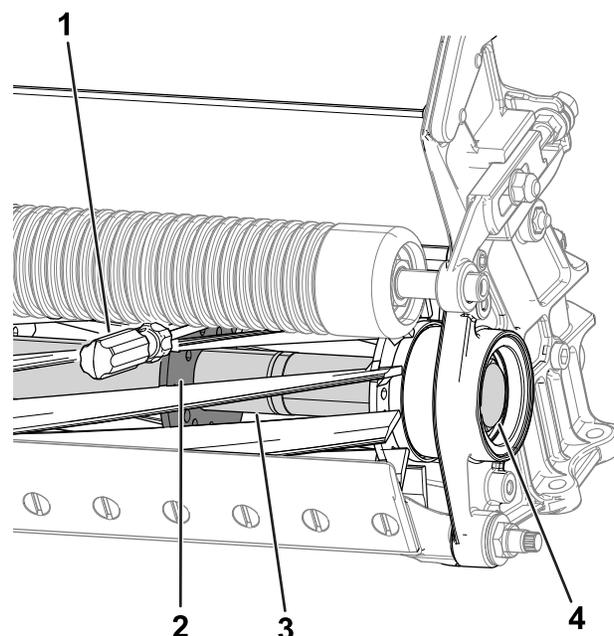

図 27
2. 長い柄のバール9 mm x 30 cm 程度のドライバータイプのもの。握りのついているものがよいを用意する。バールは、トルク作業を行う側に近い側で、リールの下から差し込むようにする 図 27。
3. リールサポートプレートの溶接側にバールを当てるようにして差し込む 図 27。